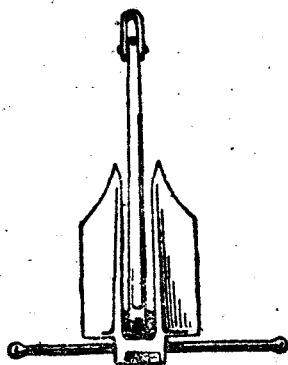

图22 但經斯锚
4)但福斯锚 它是一种新型的锚。两个锚爪长而寬，可以前后轉动30°。在锚头部分有一根锚杆，可以防止锚在海底滾动，抓入海底的情况同无杆锚一样，抓力比同重量的海軍锚大三倍，比无杆锚大十倍。虽有锚杆，也可以收进锚孔。缺点是不容易抓入海底，一抓牢后又难起上(图22)。